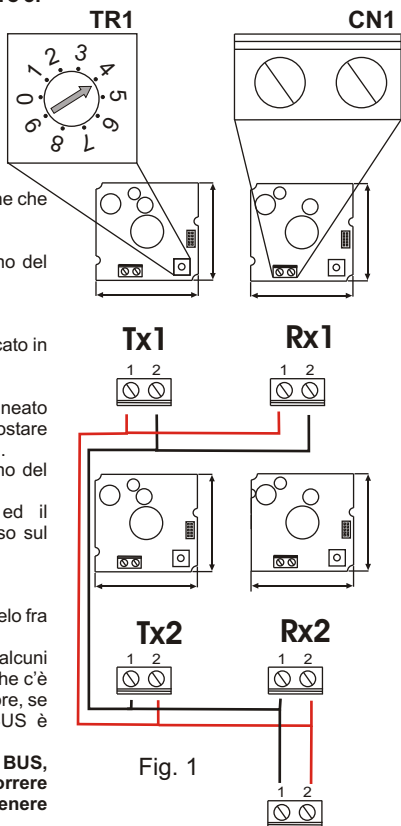

Fig. 1
- Riportare i due cavi del TX sul connettore CN1 del ricevitore come indicato in Fig. 1.